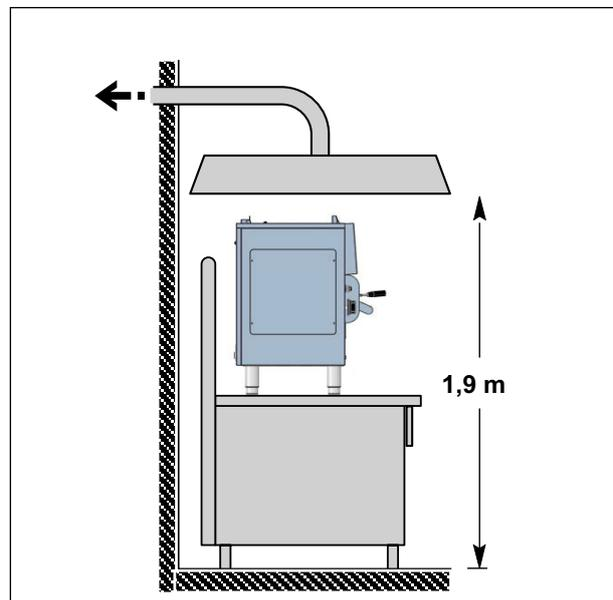

Abb. 13 Rauchabzug durch Abzugshaube
- Der Endteil der Geräteabzugsleitung muss sich etwa **1,8 m** von der Abstützfläche des Geräts befinden; die Mündung der Abzugsleitung der Verbrennungsprodukte muss sich genau unter der Haubenbasis befinden (siehe *Abb. 13 Rauchabzug durch Abzugshaube*).